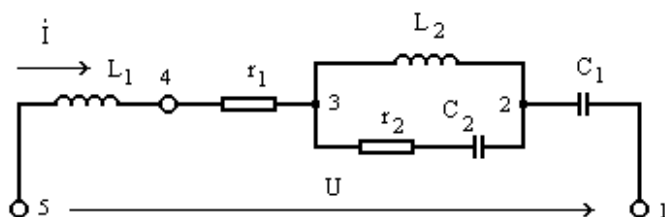

Рис.6.3
3. Для схемы двухполюсника (рис. 6.3) заданы параметры:  $L_1 = 5$  мГн;  $r_1 = 150$  Ом;  $C_1 = 0,667$  мкФ;  $L_2 = 10$  мГн;  $r_2 = 100$  Ом;  $C_2 = 1$  мкФ; текущее напряжение на входе  $u = 10 \cdot \sqrt{2} \cdot \sin(10^4 \cdot t)$  В. Найти текущее напряжение  $u_{C_2}(t)$  на конденсаторе  $C_2$ .